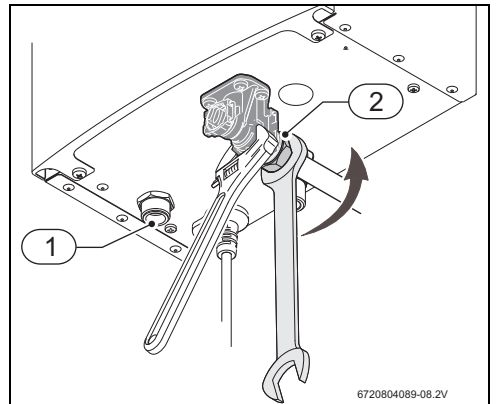

Fig. 16 Conexión de agua
- ▶ Al conectar el agua fría, ajustar la grifería tal como consta en la fig. 16.
- ▶ Las conexiones de agua fría - (fig. 16, [2]) y de agua caliente (fig. 16, [1]) deben realizarse aplicando el kit de conexión adjunto y recomendado.